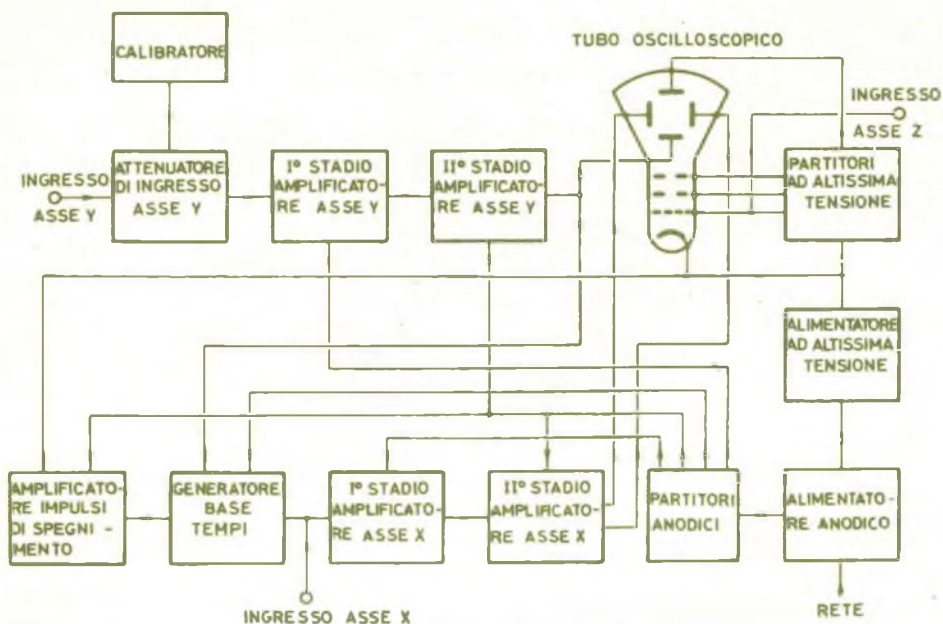

Fig. 2 - Schema a blocchi dell'oscilloscopio.
**Il circuito** Lo schema a blocchi dell'oscilloscopio (fig. 2) inquadra immediatamente la disposizione e la sequenza delle varie catene di circuiti che costituiscono l'insieme dello strumento.